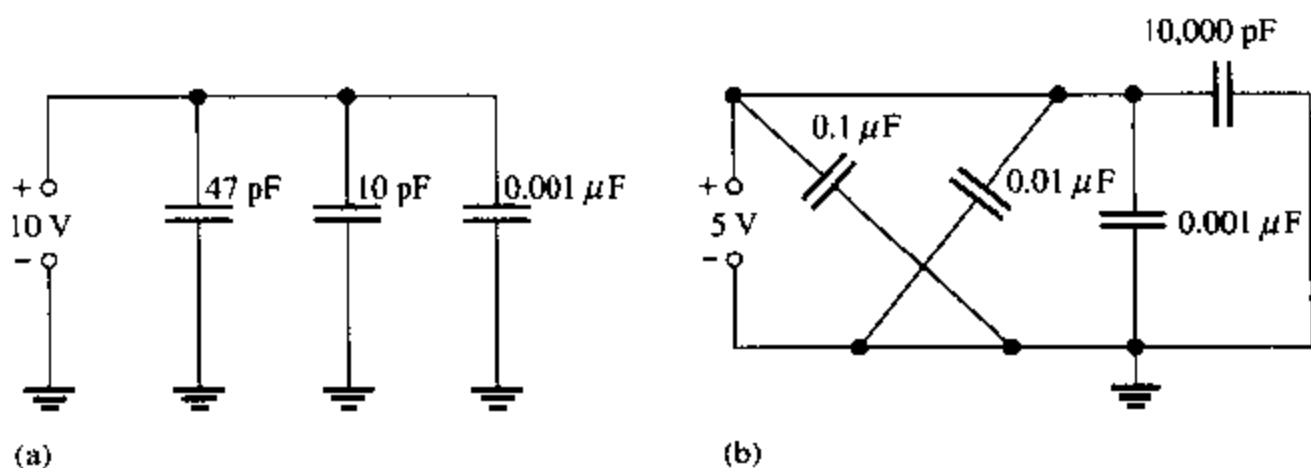

图 13.66
23. 计算图 13.66 中各个电路的总电容。
24. 计算图 13.66 中各个电容的电量。